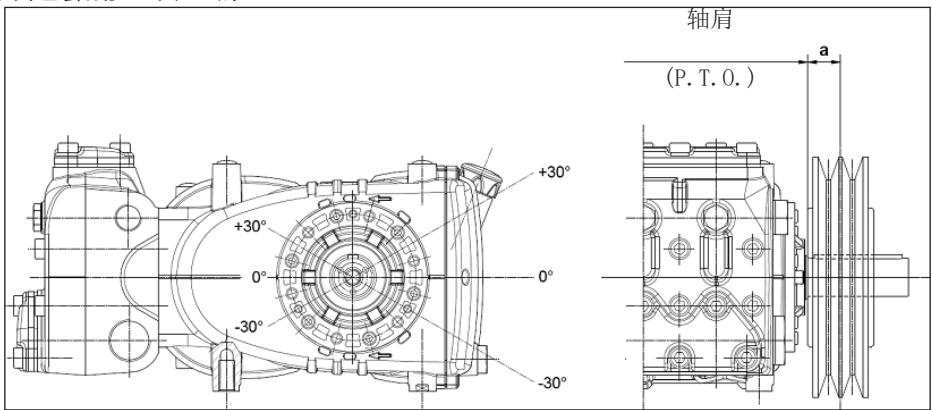

图 10
泵轴上的径向载荷不能超过3000 N(布局定义所必须的数值)。如果负荷施加在距轴肩(P.T.O)的最大距离为30 mm上,则认为该传输器是合适的,见图10说明。
- b) 使用高效能皮带 – 例如**XPB**而不是**SPB** – 同样的功率传递，使用的皮带数量会相对少，继而相对轴肩 (P. T. O.) 的距离也会减少。图 10的“a”